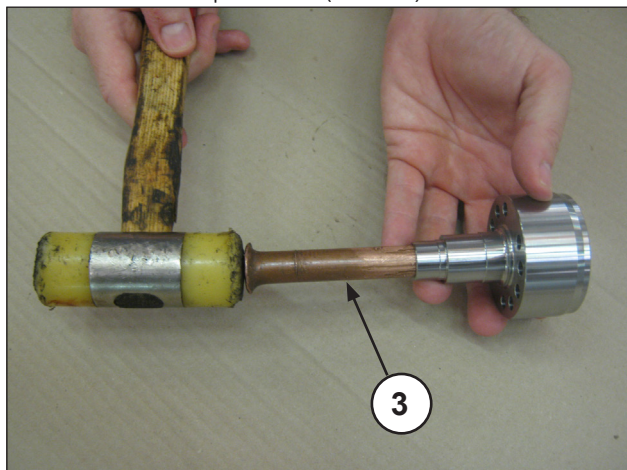
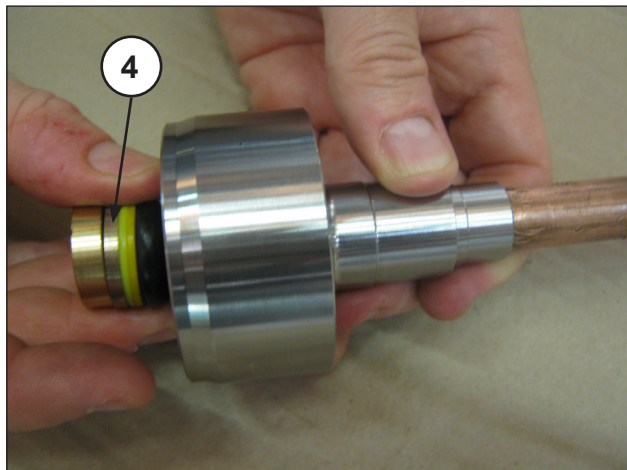
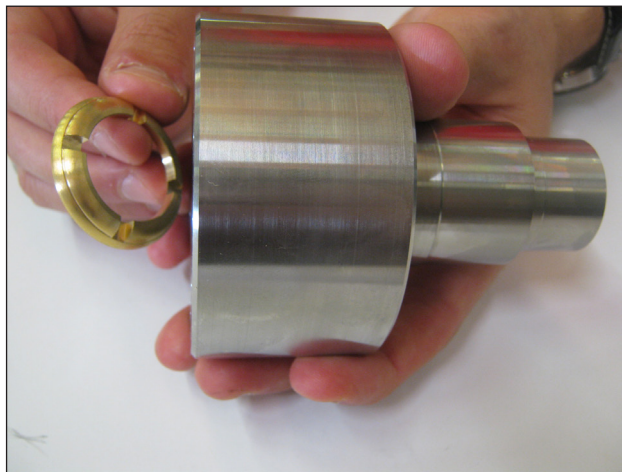

Рис. 128
Рис. 129
Рис. 130
- При снятой опоре прокладок ВД и с помощью специальной шпильки (поз. ③ Рис. 128) выдавите комплект ВД (высокого давления) (поз. ④ Рис. 129) и извлеките кольцо головки (Рис. 130).
При каждом демонтаже комплект ВД (Рис. 129, поз. ④) нужно менять.